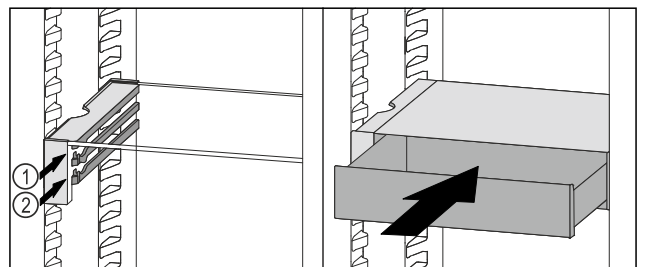

Fig. 188
- VarioSafe-Schubfach hinter den Stoppern auf gewünschter Rippe Fig. 188 (1) oder Fig. 188 (2) aufsetzen.